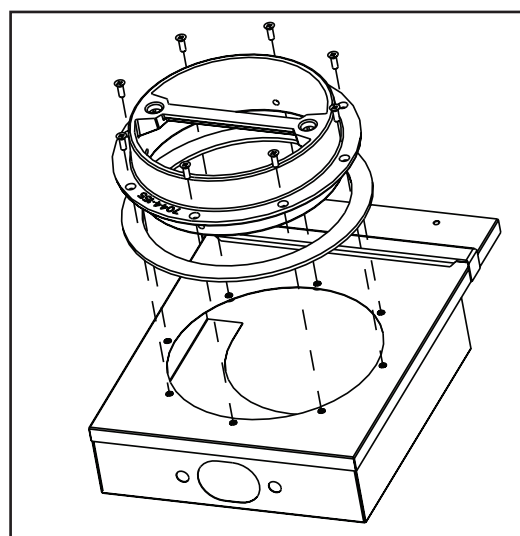

Figure 19.3
2. Glissez le joint sur la buse et fixez-la à l'adaptateur de dévoiement en utilisant les vis à tête plate 8-32. **Figure 19.3**.